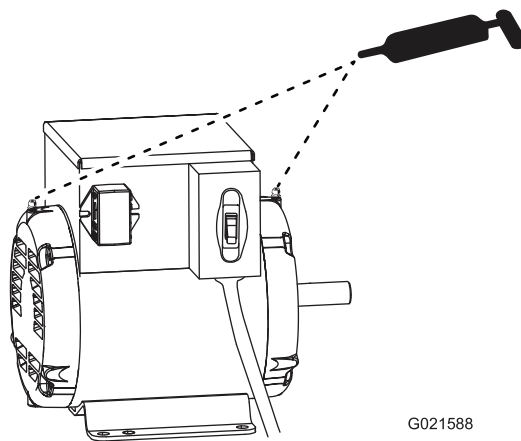

Figura 33
2. Bombee una o dos aplicaciones de grasa en cada engrasador (Figura 33).